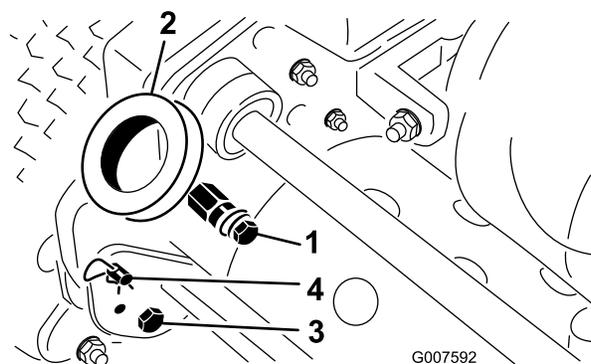

Рисунок 3
1. Снимите болты и контргайки, которые крепят нижние концы рычагов ручки к боковым сторонам газонокосилки (Рисунок 3).
2. Снимите шплинты и пальцы фиксации кольца, которые крепят рычаги ручки к задней части рамы (Рисунок 3).
3. Вставьте концы ручки в отверстия в рычагах ручки и совместите отверстия с монтажными пальцами (Рисунок 3).
1. Извлеките шплинты из пальцев фиксации кольца на каждой стороне газонокосилки (Рисунок 3).
2. Удерживая ручку, снимите пальцы фиксации кольца с каждой стороны и поднимите или опустите ручку в требуемое рабочее положение (Рисунок 3).